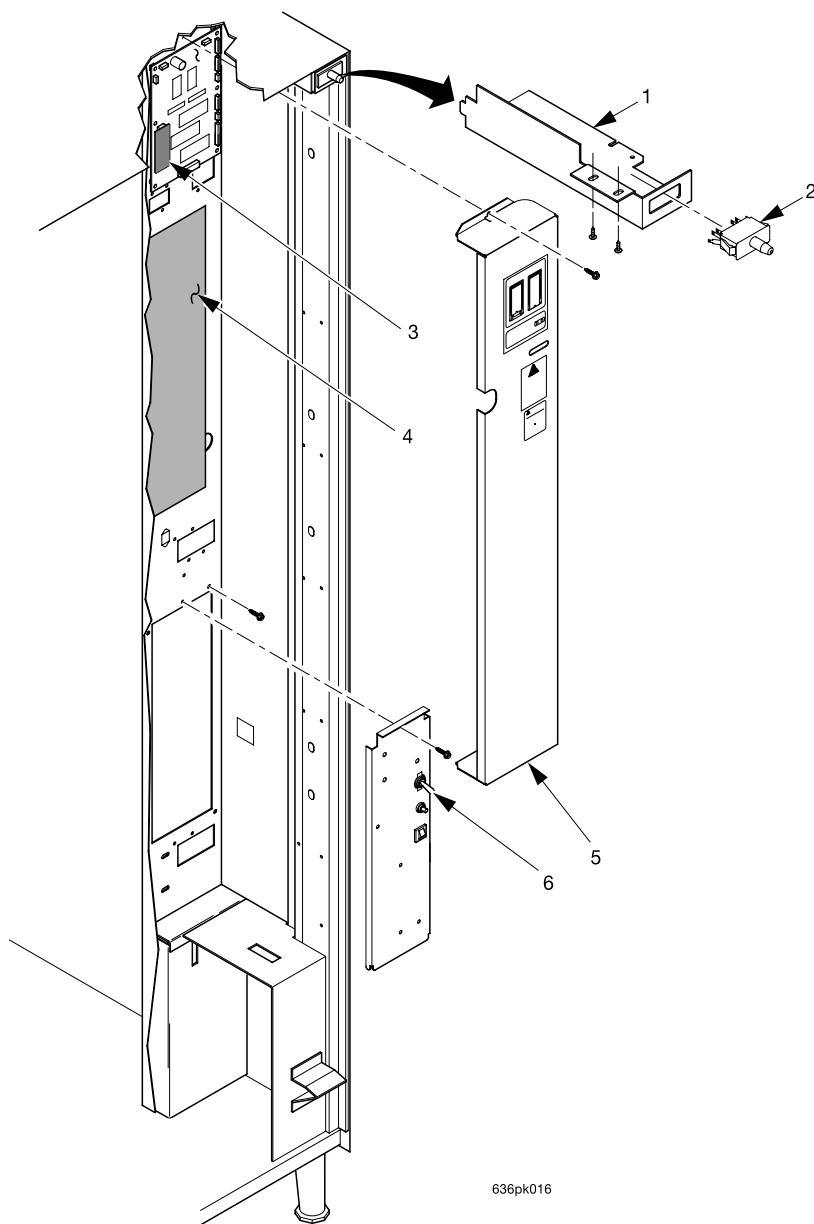

Ilustración 1
2. Quite la cubierta de la tarjeta de circuitos impresos integrados (PCB - consérvela), el montaje de la Interfase de la tarjeta de circuitos impresos integrados y la unidad EPROM (consulte la ilustración1). Consulte la información de manejo de la unidad EPROM al final de estas instrucciones (pagina 18).
9. Quite los tornillos que sujeten el montaje del interruptor de enclavamiento (consulte la ilustración 1). Baje el montaje y pase el conector eléctrico de los calentadores del estante [6369001 (máquina de 230 voltios) ó 6369002 (máquina de 120 voltios)], utilice el empalme de corriente en existencia n/p 6369001 (si la máquina la tiene). Conecte el conector eléctrico en el conector abierto en el interruptor de enclavamiento. Atornille nuevamente el montaje del interruptor de enclavamiento en su lugar. El otro extremo se debería pasar por la parte trasera de la unidad montetaria y se debería conectar al conector de extensión derecho e izquierdo del calentador del estante (6559012, cable de empalme-calentador del estante) (instalado después).